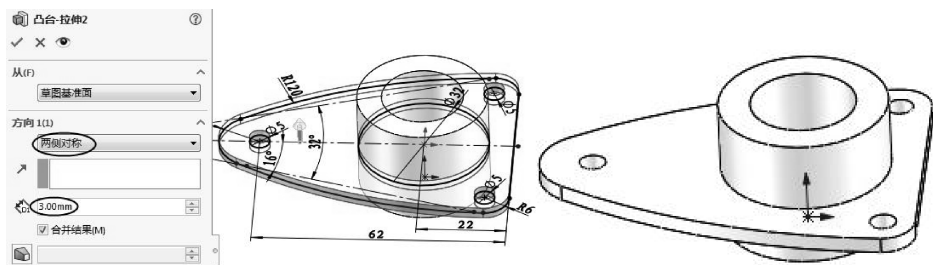

图 3-105 创建拉伸特征 2
- 退出草绘环境后，在拉伸属性面板中设置拉伸深度类型为 ，深度为 3，单击【应用】按钮 ，完成创建，如图 3-105 所示。